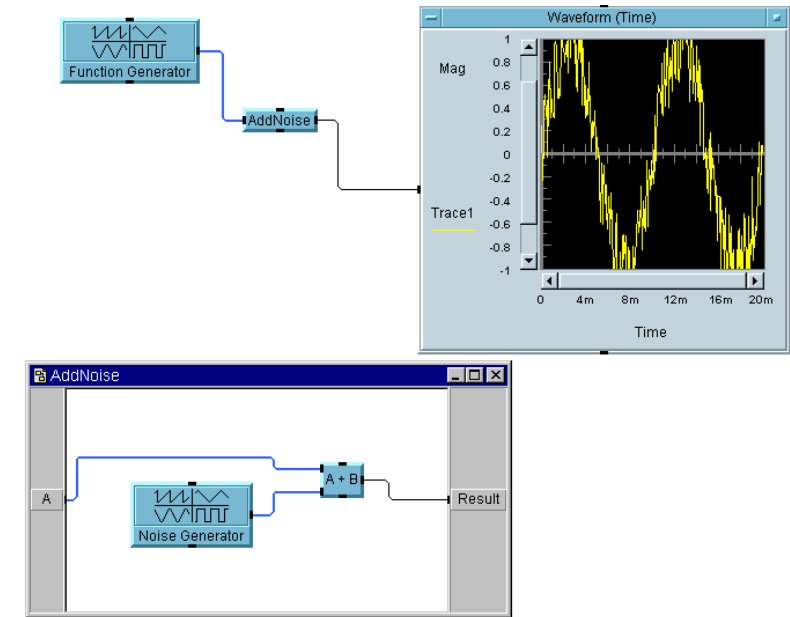

図 2-4. UserObject の名前を「AddNoise」に変更
7. UserObject の動作を把握しやすいように、UserObject のタイトルを AddNoise に変更します。タイトル・バーをダブルクリックして [Properties] ダイアログ・ボックスに新しいタイトルを入力します。図 2-4 は、これによりプログラムが追跡しやすくなった様子を示しています。